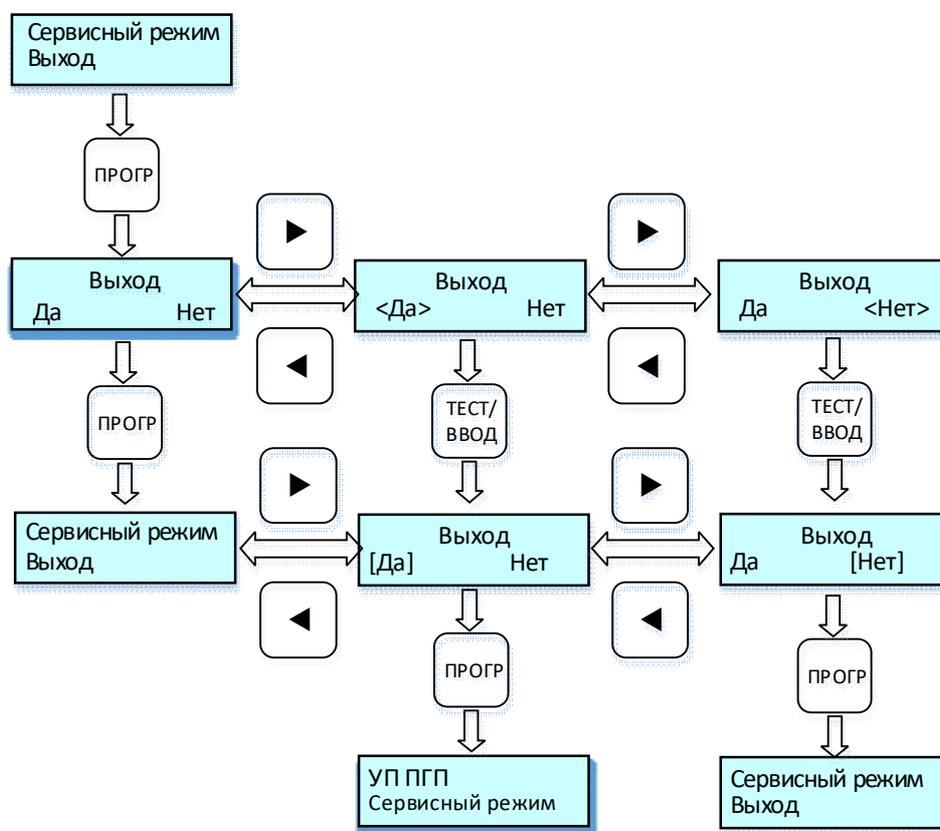

Рисунок 23 – Циклограмма выводимых сообщений на дисплей меню «Сервисный режим Выход».
2.4.3.31 Пункт меню «Сервисный режим выход» предназначен для выхода в основное меню УП-ПГП (см. рис. 9), или в меню «УП-ПГП Сервисный режим», для чего выполнить процедуры по циклограмме рис. 23.